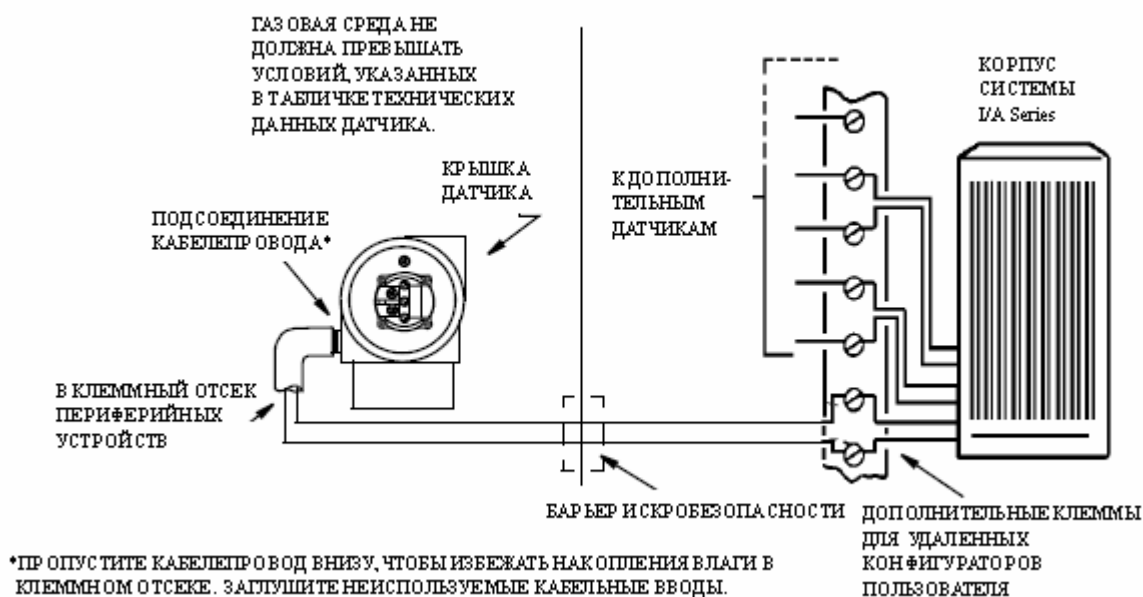

Рис. 28. Типичная схема подключения датчика к системе I/A Series
2. Пропустите сигнальные провода (обычно 0.50 мм² или 20 AWG) через один из кабельных вводов датчика, как показано на рис.28. Используйте витую пару для защиты цифрового выхода и/или удаленных коммуникаций от электрических помех. В некоторых местах может потребоваться экранированный (защищенный) кабель